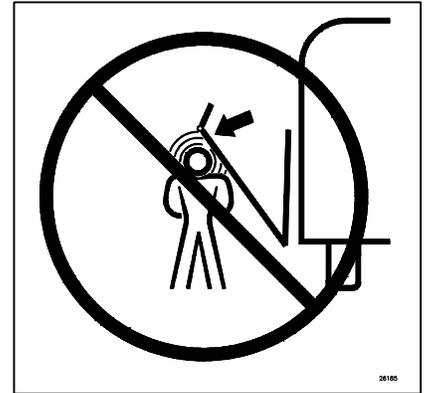

FIGURA 3: DECALQUE DE PRECAUÇÃO PARA MANTER AS PESSOAS AFASTADAS
- Consulte a Figura 3. Mantenha outras pessoas afastadas enquanto opera o elevador.